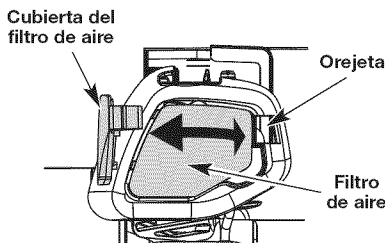

Fig. 14
1. Abra la cubierta del filtro de aire presionando hacia dentro la lengüeta de traba y sacando la cubierta del filtro (Fig. 14).
2. Retire el filtro de aire (Fig. 14).
6. Vuelva a colocar el filtro de aire en la placa de base (Fig. 14).
7. Vuelva a instalar la tapa del filtro de aire. Coloque las dos pequeñas lengüetas de la cubierta del filtro de aire sobre las dos ranuras de la placa posterior y presione la cubierta hacia abajo, cerciorándose que la lengüeta y la ranura estén bien alineadas, hasta que encaje en su lugar (Fig. 14).